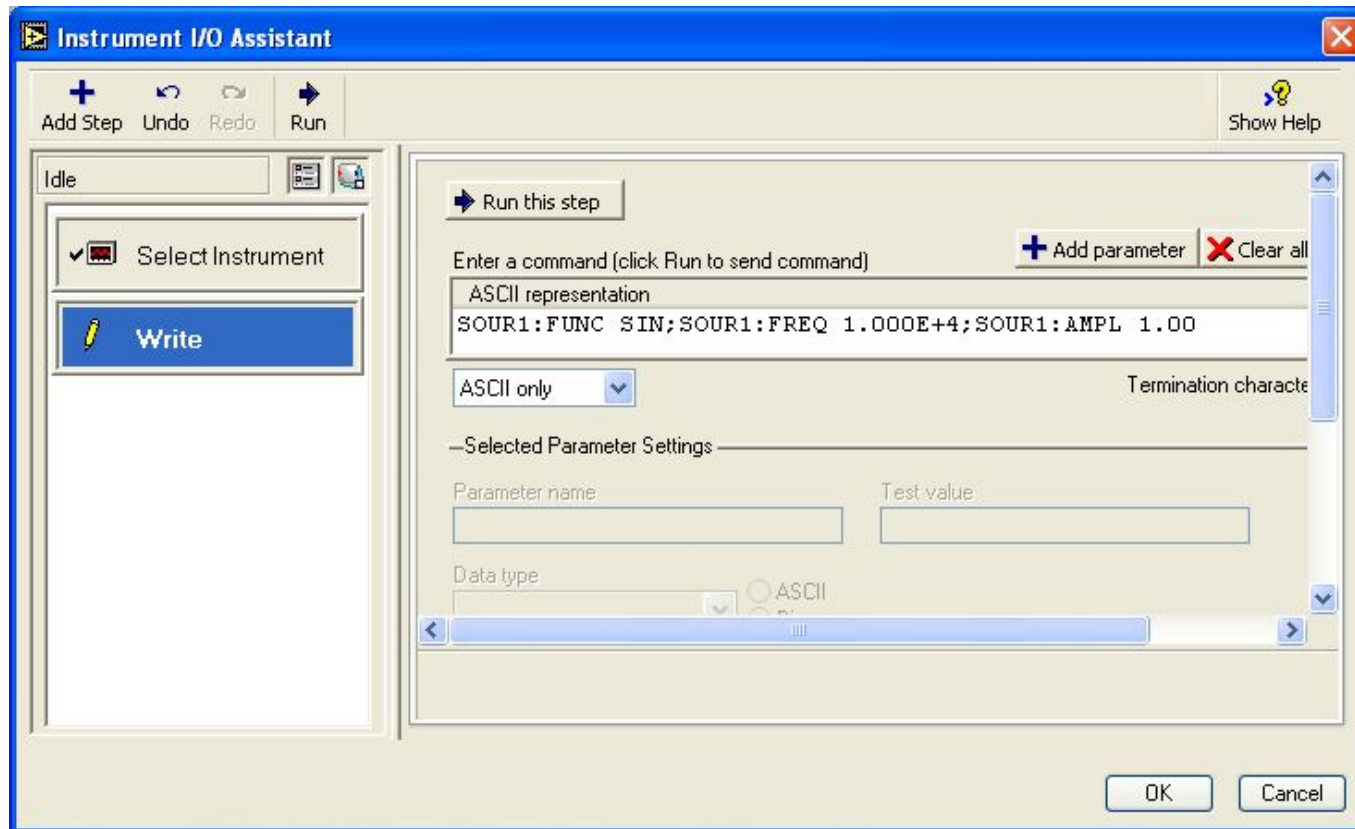

Рис.8.
3.2. В поле «Enter a command» введите строку, соответствующую последовательности команд установки синусоидального сигнала частотой 10 кГц, амплитудой 1 В (как показано на рис.8):